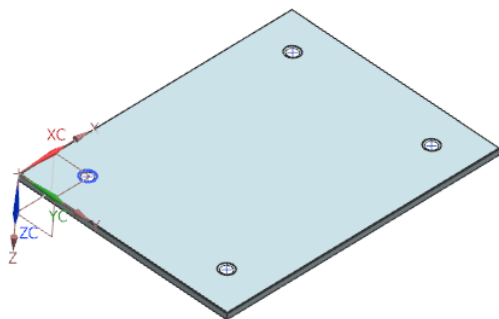

图 11-188 阵列实体冲压特征
(2) 在视图或导航器中选取上步绘制的实体冲压特征 2 为要形成阵列的特征。
(3) 选择“线性”布局，指定 XC 轴为方向 1，输入“数量”为 2，“节距”为 300；勾选 ☒ 使用方向 2 复选框，指定 YC 轴为“方向 2”，输入“数量”为 2，“节距”为 200，单击 按钮，完成阵列操作，如图 11-188 所示。